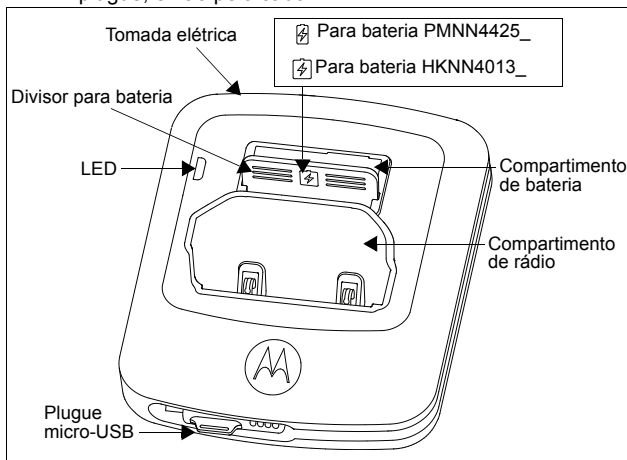

Figura 1: Carregador Tri-Unit
- a. Puxe e gire o divisor para bateria conforme o tipo de bateria a ser carregada e deslize-o novamente para dentro do slot. (Consulte a Figura 1).